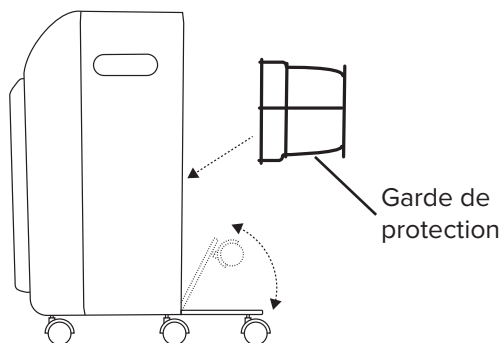

Figure 1
2. Rabattre le bac du réservoir vers le bas (voir la figure 1)